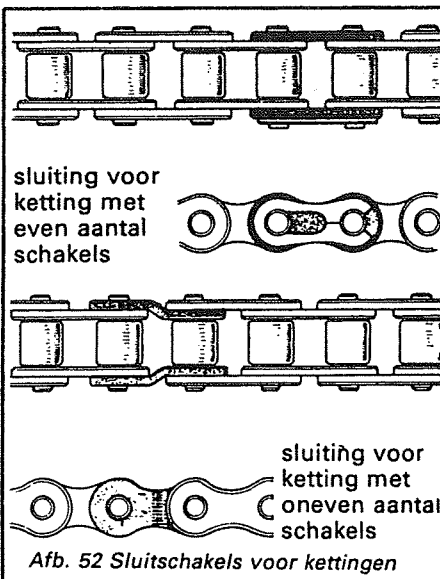

Afb. 50 Controle van het kettingwiel
3. Kijk wanneer een ketting wegens slijtage vervangen moet worden tevens naar de kettingwielen. Zijn deze eveneens min of meer versleten, dan is het gewenst ze gelijktijdig te vervangen. Controle kan plaatsvinden zoals in afb. 50. Bij een juiste veranding moet de ketting zich gemakkelijk om het wiel laten leggen.